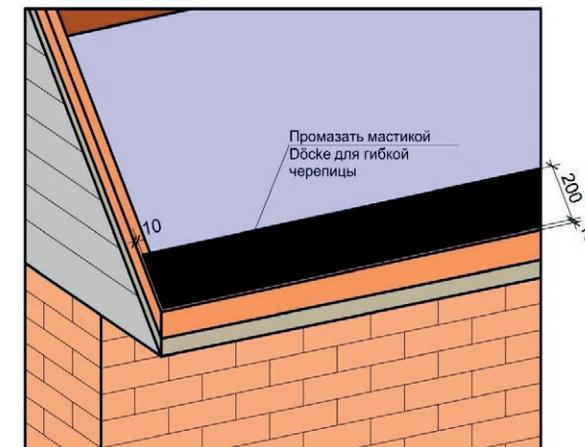

Рис. 21. Герметизация карнизного свеса под укладку ламинированной черепицы Döcke.
8.2.10 При монтаже ламинированной черепицы Döcke необходимо промазать мастикой Döcke для битумной черепицы карнизный свес (карнизная планка + подкладочный ковёр) на ширину 200 мм (рис. 21), т.к. карнизная черепица в данном случае не укладывается. Мастику необходимо наносить шпателем, толщиной слоя не более 0,5 мм. Большой расход мастики приводит к её вытеканию и появлению вздутий на черепице.